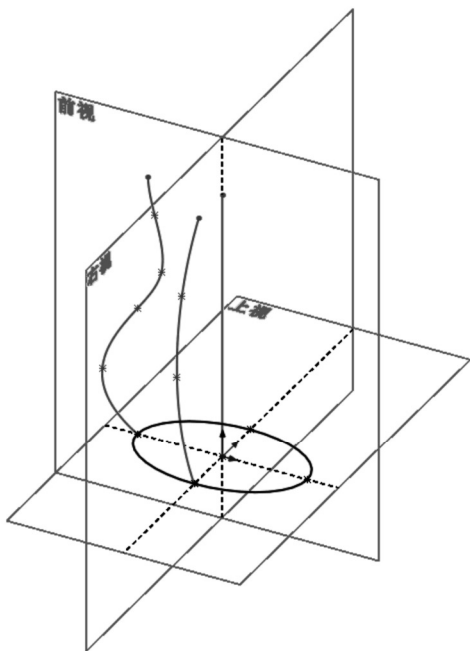

图 6-48 在上视基准面上绘制扫描轮廓草图
- [5] 在上视基准面上绘制扫描轮廓草图，如图 6-48 所示。单击【关闭草图】按钮.